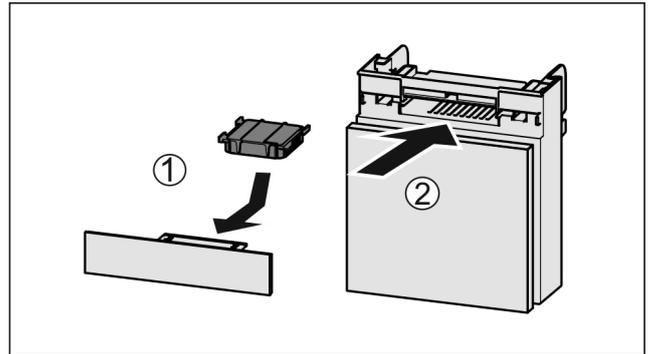

Fig. 115
- ▶ Umetnite filtara s aktivnim ugljenom kao što je prikazano na slici Fig. 115 (1).
- ▶ Umetnite pretinac Fig. 115 (2).